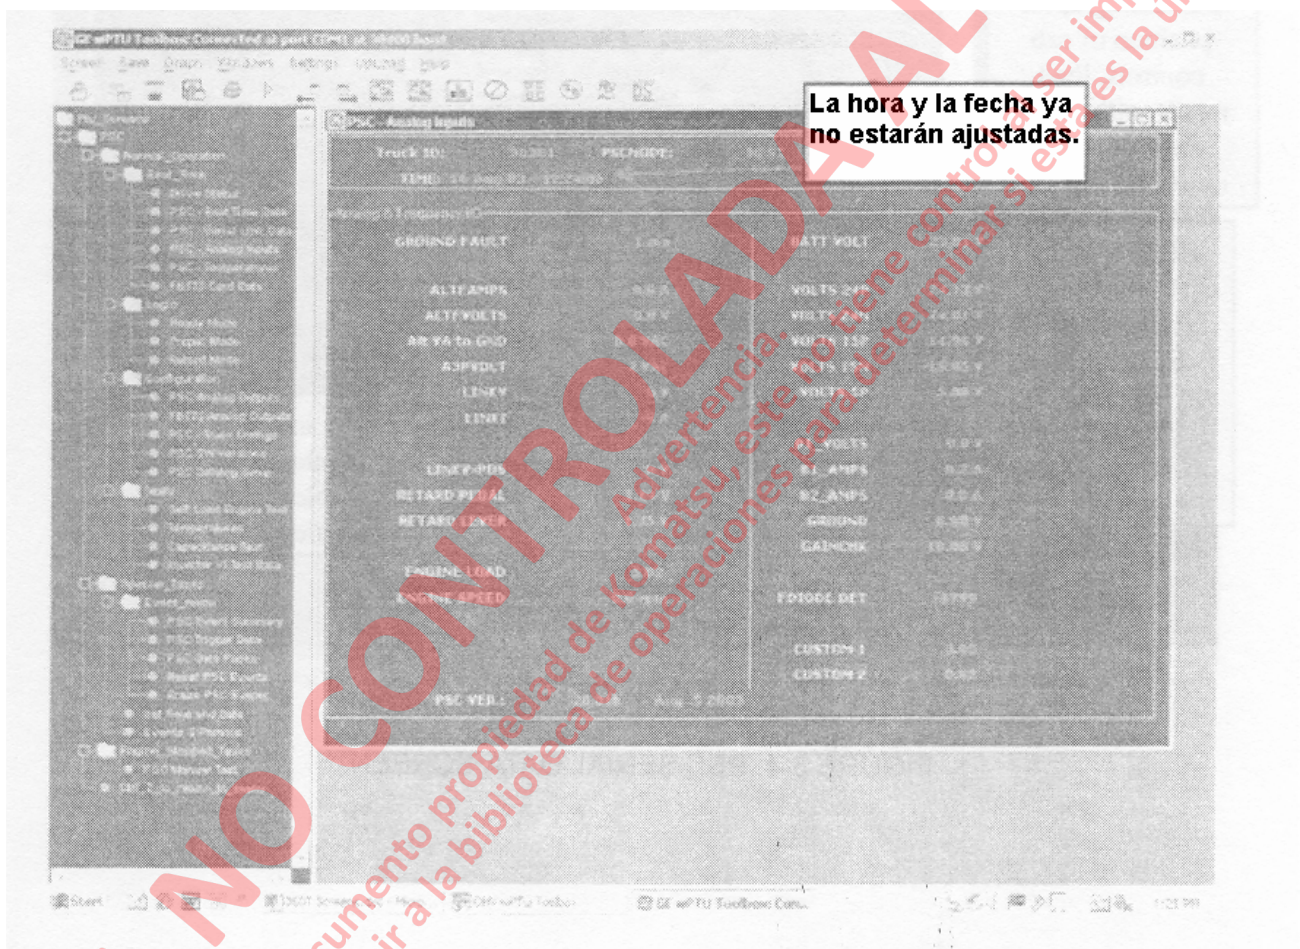

FIGURA 3-5. PANTALA DE ENTRADA ANALOGA PSC
- Verifique que los valores análogos y digitales sean similares al ejemplo de la Figura 3-5.
- Verifique que los valores de temperatura sean similares al ejemplo de la Figura 3-5.